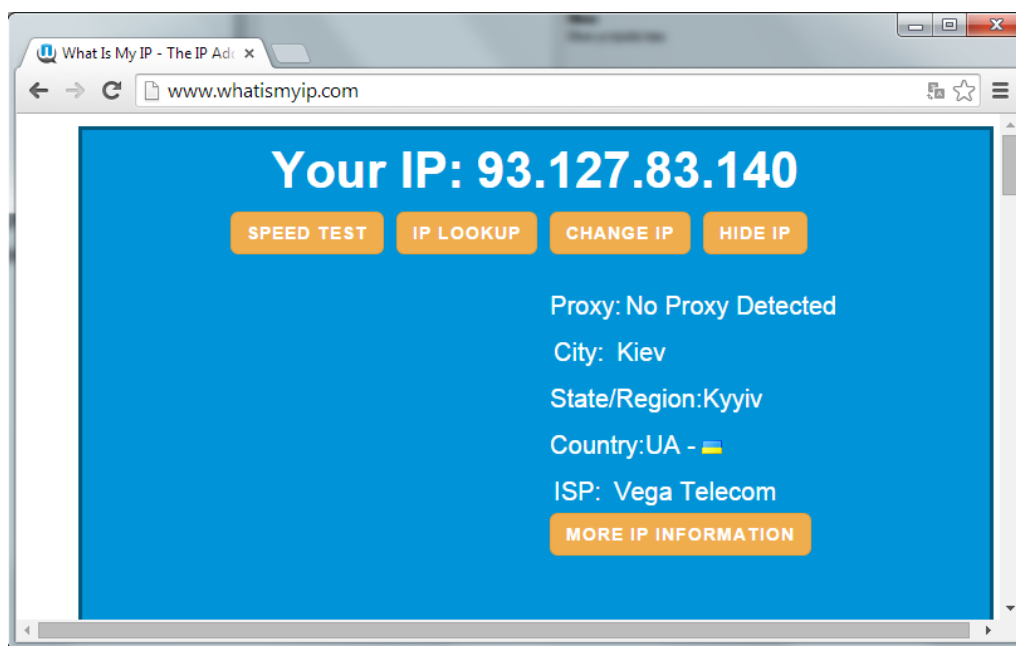

Рисунок 7.1.4 - Проверка IP - адреса
4. В параметре «Внешний IP Адрес» необходимо указать внешний IP-адрес Интернет подключения. Если используется динамическая IP-адресация, то пункт оставить пустым. IP-адрес можно узнать, обратившись к системному администратору или посетив специализированный сайт www.whatismyip.com, рисунок 7.1.4.